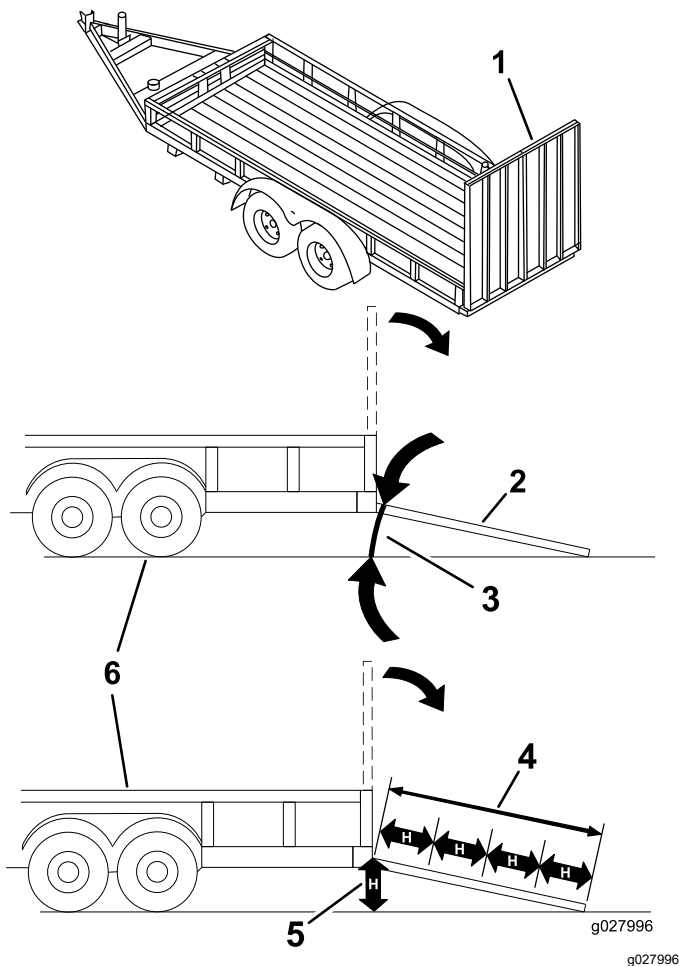

Figure 33
Le chargement d'une machine sur une remorque ou un camion augmente les risques de renversement et peut provoquer des blessures graves voire mortelles (Figure 33).
1. Abaissez la rampe pour que l'angle avec le sol ne dépasse pas 15 degrés (Figure 33).